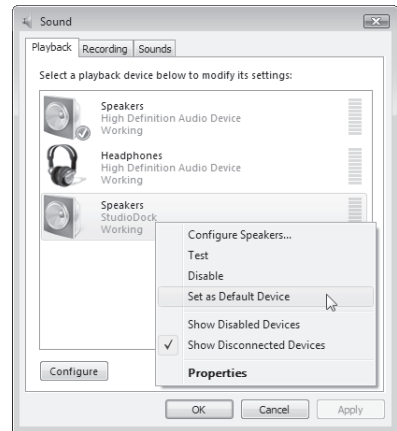

Abb. 7
4. Sollte der StudioDock nicht als Standardgerät gewählt sein, können Sie ihn in der Rubrik Sound der Systemsteuerung wählen (Abb. 7).